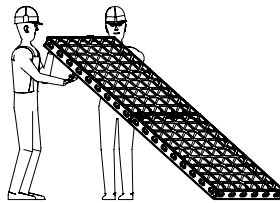

Fig. B1.02
3. Trasferire la coppia di pannelli nel luogo di impiego. Il trasporto deve essere eseguito da due persone. (Fig. B1.02 + B1.02a).